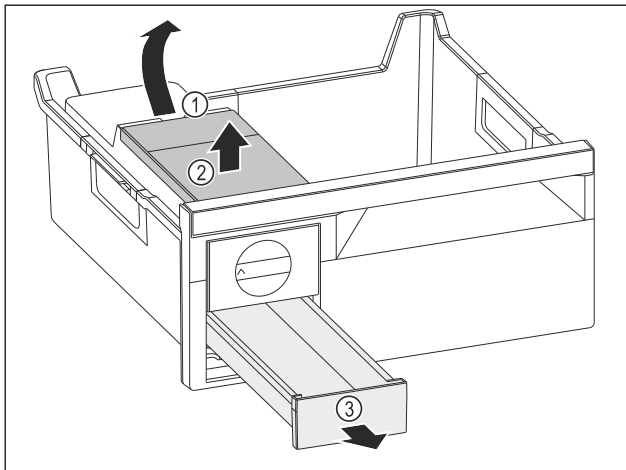

Fig. 142
- Wassertank entnehmen: Wassertank an der Aussparung Fig. 142 (1) anheben.
- Wassertank Fig. 142 (2) nach oben entnehmen.
- Eiswürfelschubfach Fig. 142 (3) nach vorne entnehmen.